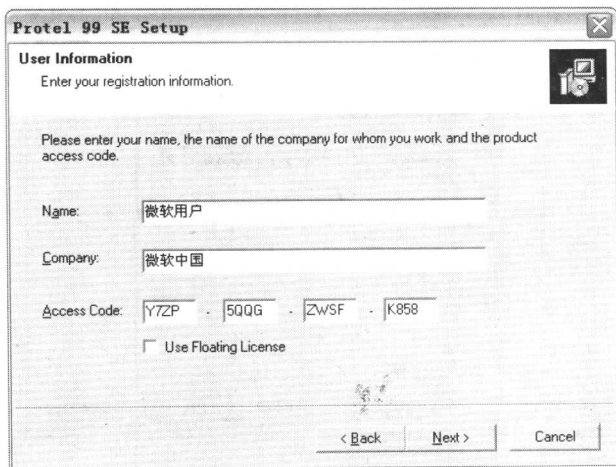

图 1-6 已填信息的“User Information”对话框
(7) 在此对话框中的“Name (姓名)”和“Company (公司名称)”文本框中可以填写任意字符，但在“Access Code (注册号)”文本框中必须输入正确的软件注册序列号(如 Y7ZP-5QQG-ZWSF-K858)，如图 1-6 所示。